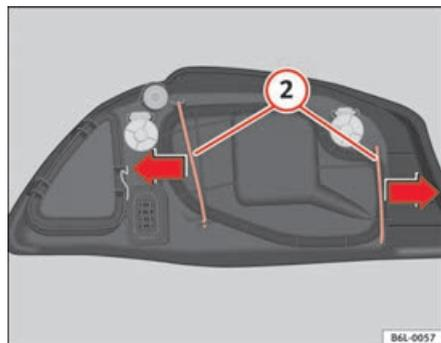

Fig. 151 Lampada anabbaglianti
- Far scorrere i tiranti (2) ⇒ fig. 151 all'infuori nel senso della freccia e sfilare la chiusura.
- Riposizionare la copertura di plastica e i tiranti (2) ⇒ fig. 151.